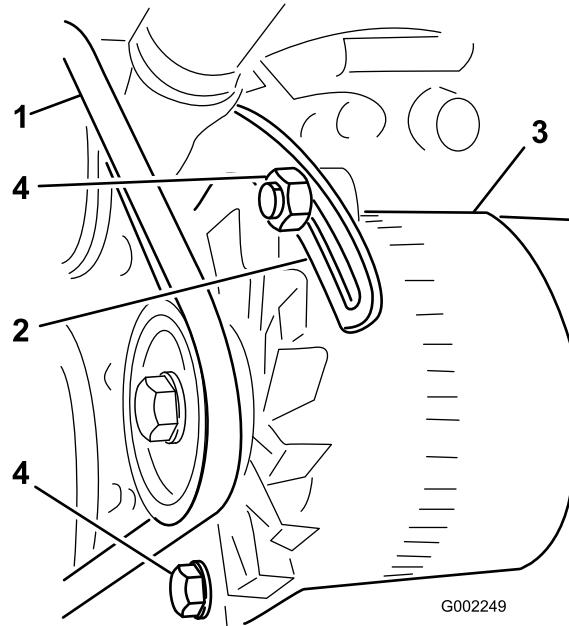

Figura 106
3. Afloje el perno del punto de pivot del alternador; afloje el perno que fija el alternador al tirante ranurado (Figura 106).